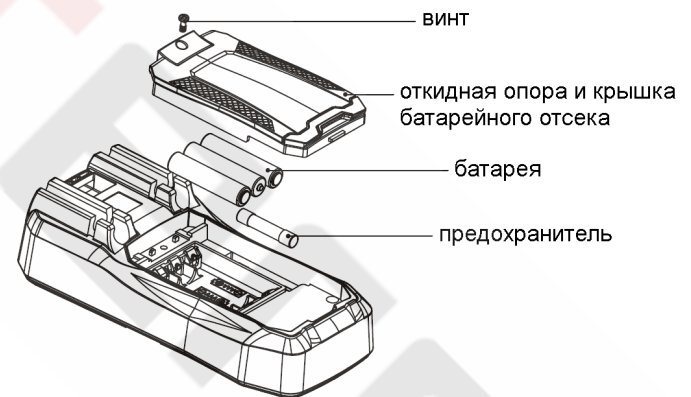

Рисунок 8
**2. Замена батарей и предохранителей (рисунок 8)****1) Замена батарей:**